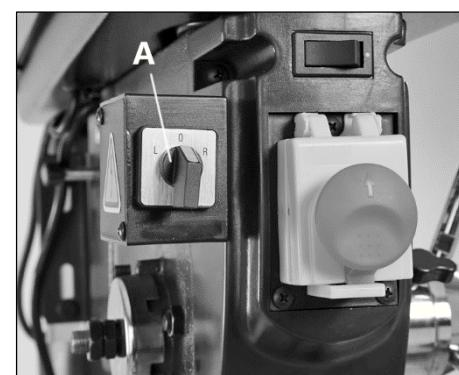

Рисунок 17.
Сначала отключите станок и установите соответствующий режущий инструмент. Затем установите переключатель (A) (рис. 17) в нужное положение. Всего положений три: (L) – вращение против часовой стрелки, (R) – вращение, (0) – положение отключения магнитного пускателя. Затем включите станок.